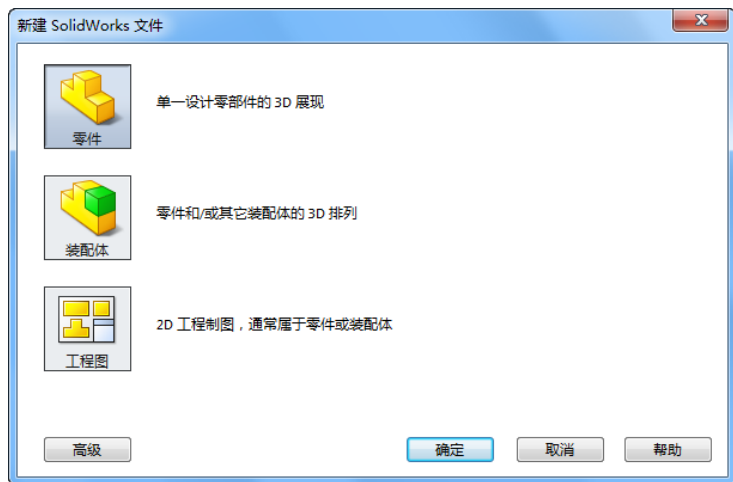

图 4-62 “新建 SolidWorks 文件”属性管理器
**02** 创建零件文件。单击“标准”工具栏中的“新建”图标按钮，此时系统弹出如图 4-62 所示的“新建 SolidWorks 文件”属性管理器，在其中选择“零件”图标，然后单击“确定”按钮，创建一个新的零件文件。